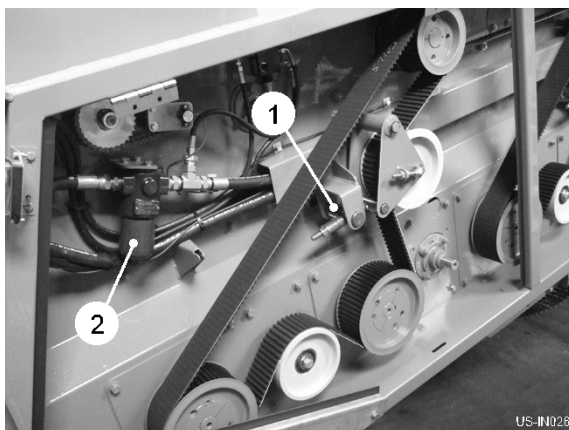
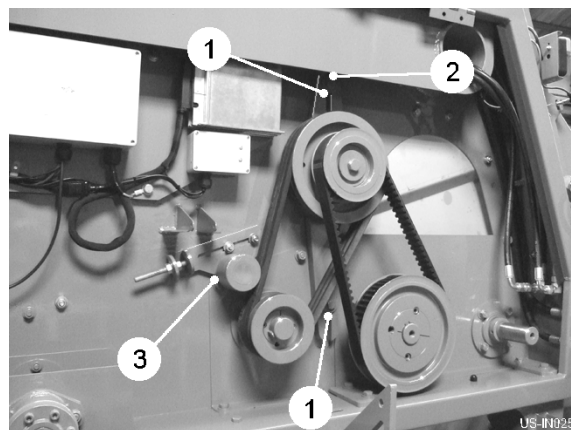

Fig 18
Fig 19
De tandede drivremme har justeringsanordninger (item 1, fig 18), der er synlige, når den relevante beskyttelsesåbning åbnes. Som en vejledning opnås korrekt bæltespænding, når båndet i en afstand halvvejs mellem de længst anbragte remskiver ikke kan drejes mere end 45 ° i længderetningen. For at indstille kampremskassens drivremspænding (hvis monteret) skal du først indstille tandremsspændingen ved at løsne fastgørelsesboltene (item 1, fig 19) og justere strammerbolten (item 2, fig 19). Til sidst justeres 'V' bæltespænderen (item 3, fig 19). Juster V-båndene nok til at give et positivt drev uden unødigt strækning.
Et trykfilter (item 2, fig 18) er monteret i forsyningsledningen fra traktoren. Elementet skal udskiftes efter de første 50 timers driftstid og derefter årligt eller derefter hver 500 timer.